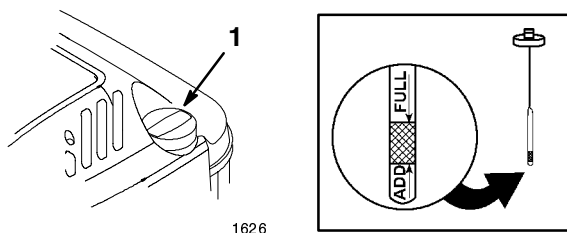

Figure 7
Avant chaque utilisation, vérifiez que le niveau d'huile arrive entre les repères maximum (*Full*) et minimum (*Add*) de la jauge (Fig. 7).
2. Nettoyez la surface autour de la jauge (Fig. 7).
6. Voyez le niveau d'huile indiqué par la jauge (Fig. 7).